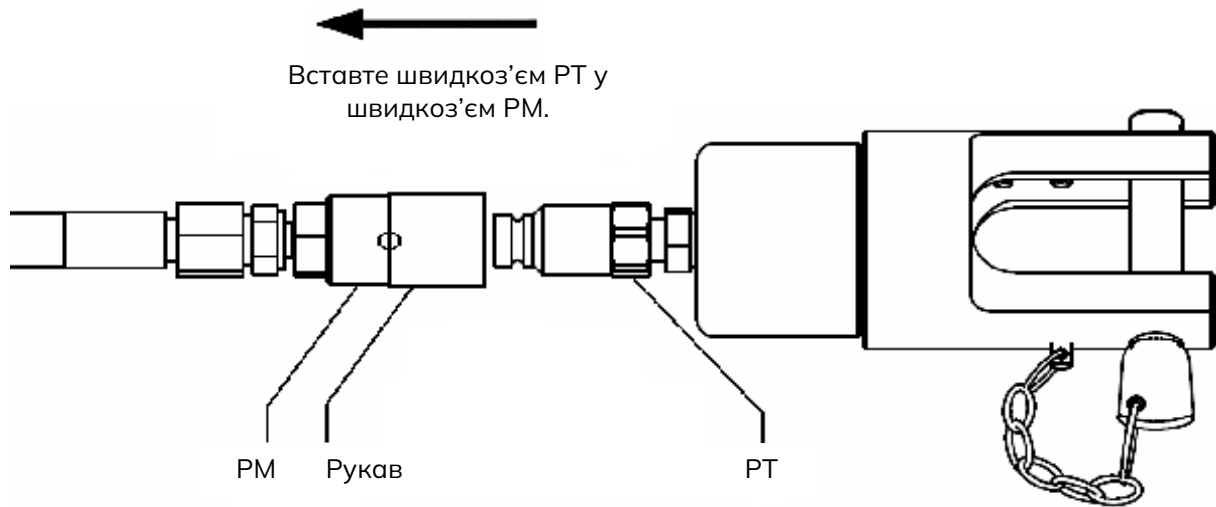

Рис. 6. Робота зі швидкоз'ємами
- Потягніть рукав, як показано на рис. 6, до повного роз'єднання швидкоз'ємів.